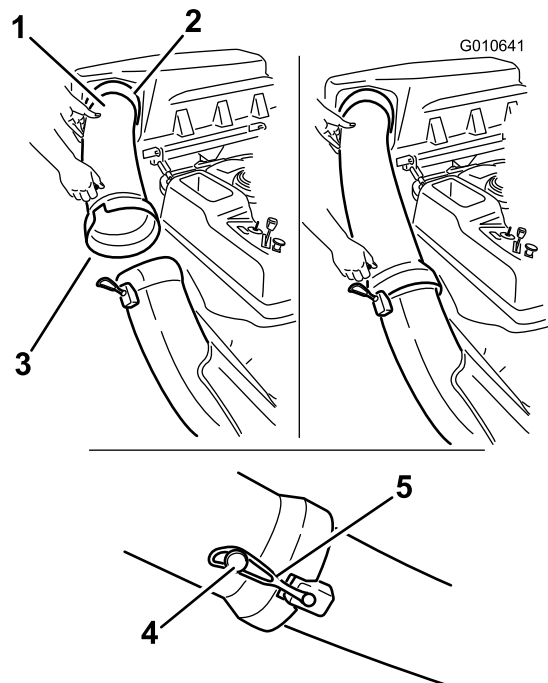

Bild 24
1. Schieben Sie das gekrümmte Ende des Auswurfrohrs in die Öffnung in der Abdeckung des Heckfangsystems (Bild 24).
2. Schieben Sie das breite Ende des Auswurfrohrs über das Ende des Auswurfkanals. Schieben Sie die Gummihalfterung auf den Auswurfkanal, bis sie über dem Stift am Auswurfrohr einrastet, und der Auswurfkanal befestigt ist (Bild 24).